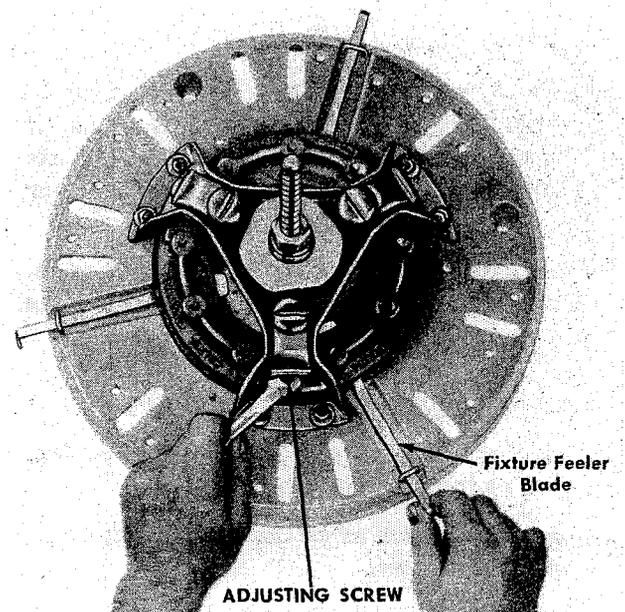

Fig. 139 Einstellen der Hebel der Auburn - Kupplung
11. Stelle die Ausrückhebel durch Drehen der Einstellschrauben, Fig. 139, ein, bis jedes der drei Fühlerplättchen den gleichen Widerstand aufweist, wenn sie hin- und hergeschoben werden. Ziehe die Kontermuttern an.